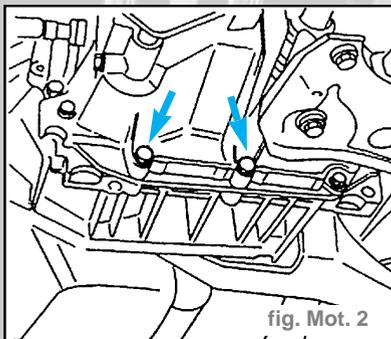

fig. Mot. 2
- Enlever de la cloche d'embrayage, les 2 vis, de façon à permettre le positionnement de l'outil pour la dépose du groupe motopropulseur (fig. Mot. 2).